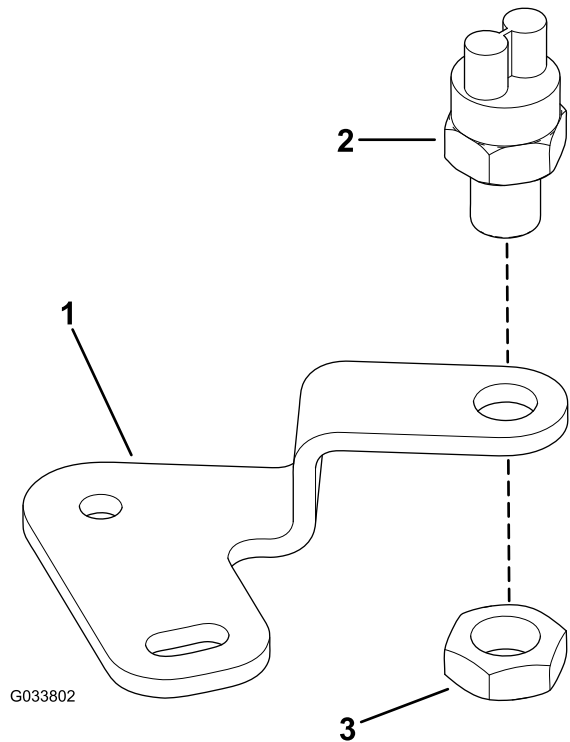

Bild 3
2. Befestigen Sie den Kugelschalter mit der Klemmmutter (9/16") an der Kugelschalterhalterung, wie in Bild 3 abgebildet.